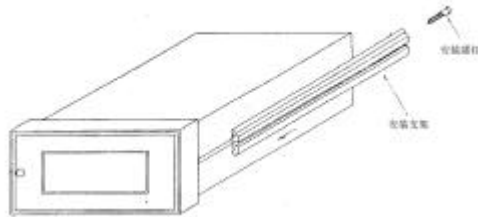

图 2 带有安装架和螺钉的面板仪表
2. 从仪表的表面板上卸下安装螺钉和安装架, 并将面板仪表插入开口中 (参见图 2)。